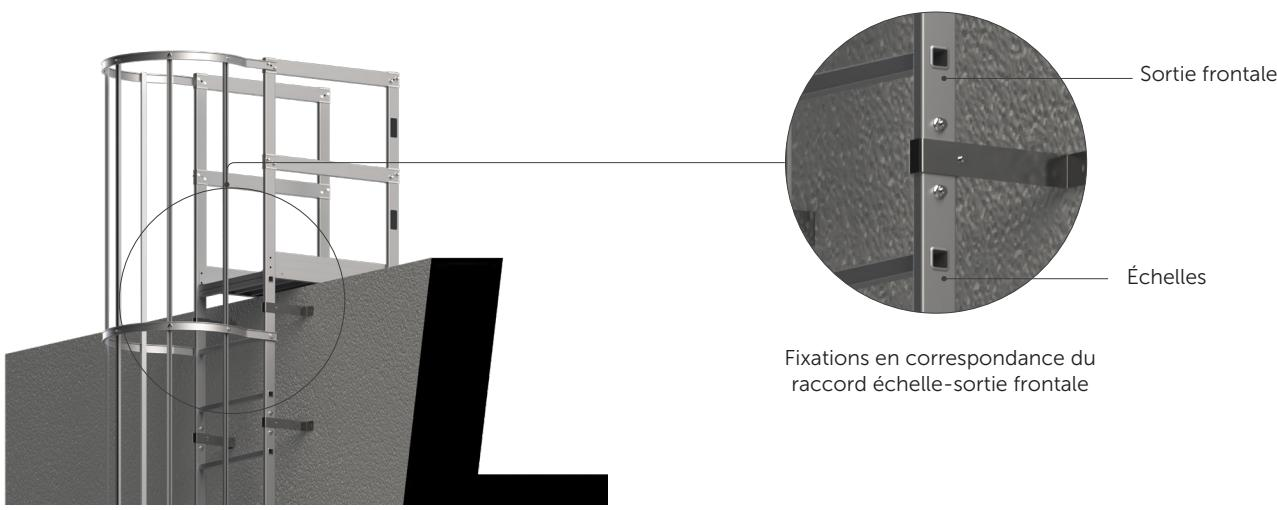

Figure 1
**IMPORTANT :** il est préférable d'installer le kit des pattes de fixation au niveau du raccord échelle-sortie frontale, comme indiqué dans la figure 1. La fixation est réalisée de façon extrêmement rapide, à l'aide d'une seule vis à visser dans un trou fileté.